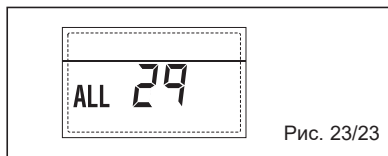

Рис. 23/23
– НЕПОЛАДКА ДАТЧИКА ВОЗВРАТА КОНТУРА ОТОПЛЕНИЯ “ALL 30” (Рис. 23/24)